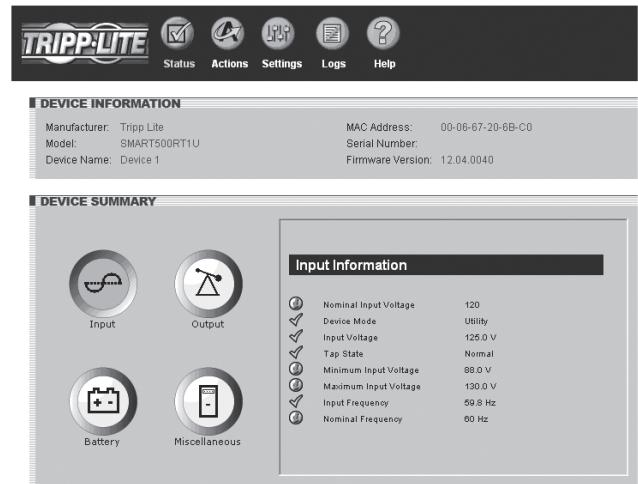

Рис. 3-3: Страница статуса
4. После ввода имени пользователя и пароля в окне браузера отобразится страница состояния (Рис. 3-3).
Нажать кнопку меню «Status» (статус) для перехода к странице статуса (Рис. 3-3), на которой отображается информация об устройстве, итоговые данные и состояние, вызвавшее тревогу. Четыре дополнительные кнопки в окне позволяют выбрать категории информации: информация о входе, информация о выходе, информация о батарее и различная информация (например, дополнительная информация об устройстве и системная информация). При активизации информационной категории кнопка для этой категории меняет цвет с белого на синий. Статус каждой позиции информации указывается значком рядом с позицией.